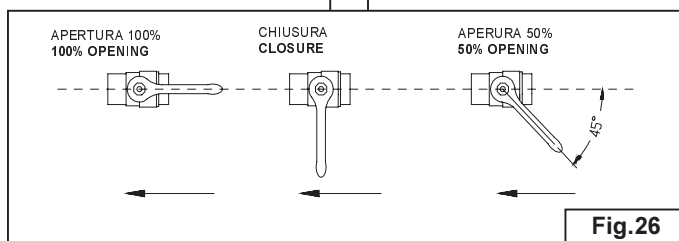
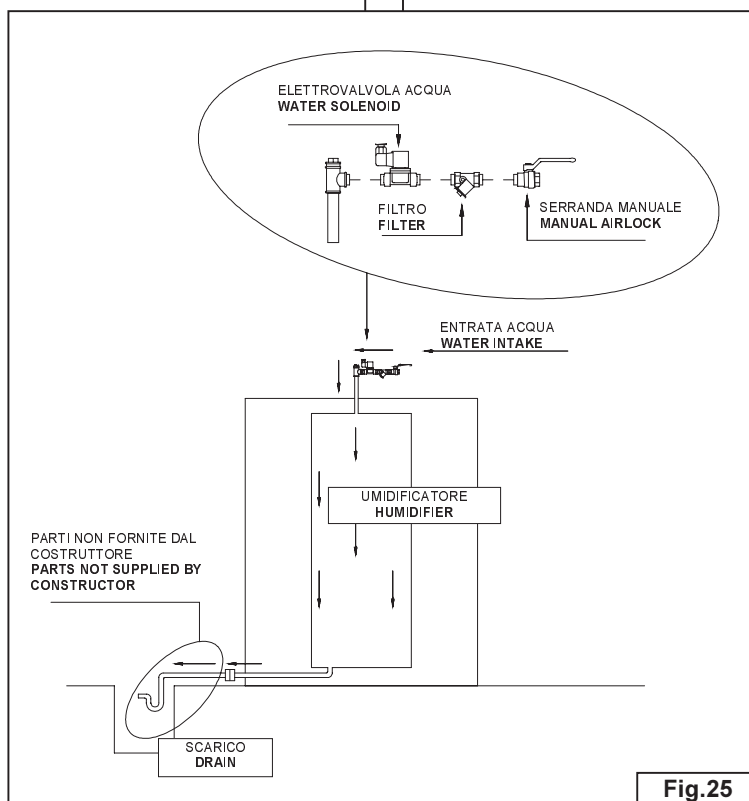

Fig.26
Fig.25
-Controllare il circuito acqua (**Fig.25**) con umidificatore freddo. Regolare l'apertura della serranda manuale al 50% come da **Fig.26**.
- Check the water circuit (**Fig 25**) with the humidifier cold. Adjust the opening on the manual airlock at 50% as shown in **Fig. 26**.